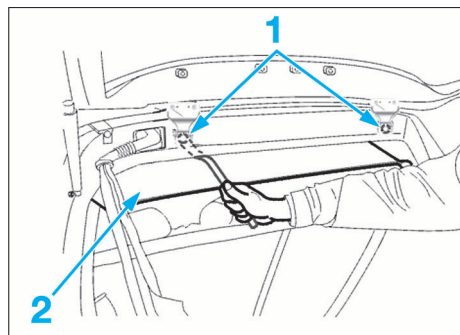

FIG. 87
- A l'aide d'une clé coudée, écarter la garniture de pavillon (2) sans la plier et déposer les fixations (1) du hayon (Fig.87).